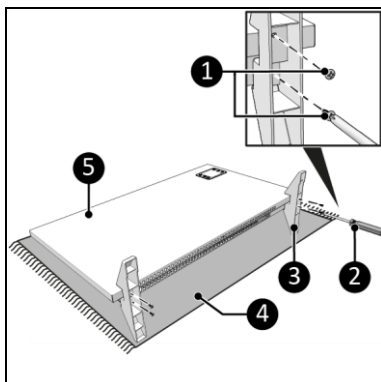

Figura 7
1. Așezați dispozitivul pe o suprafață moale și stabilă (Figura 7, poz. 4).
2. Așezați soclurile (Figura 7, poz. 3) pe ambele părți ale corpului principal (Figura 7, poz. 5).
3. Înșurubați și strângeți fiecare soclu cu două șuruburi mici (Figura 7, poz. 1) și cu ajutorul unei șurubelnițe Phillips (Figura 7, poz. 2).